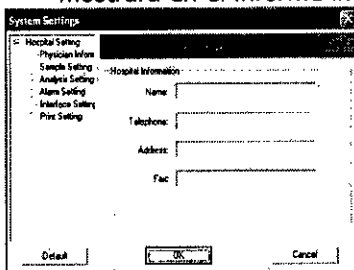

Imagen 6-21
Presionar el botón de configuración del sistema  en la barra de herramientas superior, la interfaz es como se muestra en la imagen 6-21.
- ◆ La interfaz de hospital es como se muestra en la imagen 6-21. Es posible definir el nombre, teléfono, fax y dirección del hospital en la Página de propiedades del hospital, y el nombre del hospital se mostrará en el informe impreso.